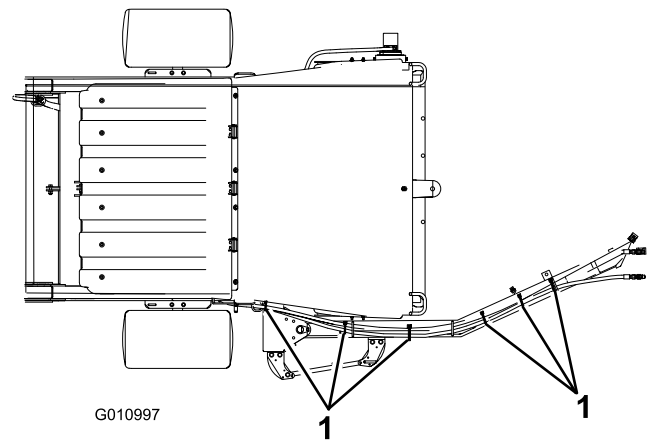
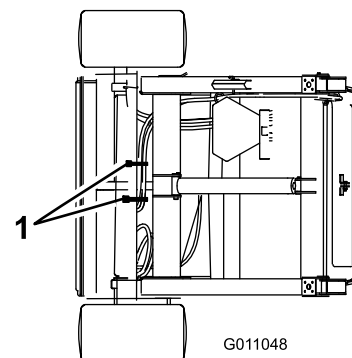

Figure 11
Figure 12
2. Fixez les flexibles hydrauliques et le faisceau de câblage comme montré à la Figure 11 et la Figure 12.